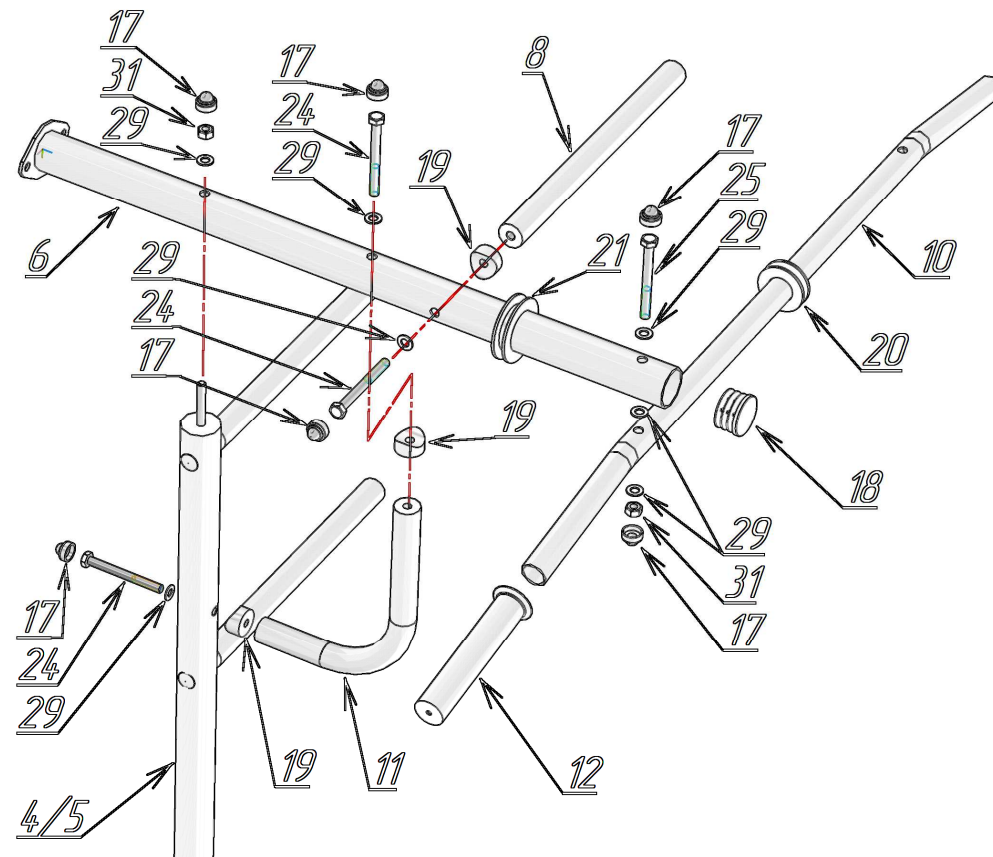
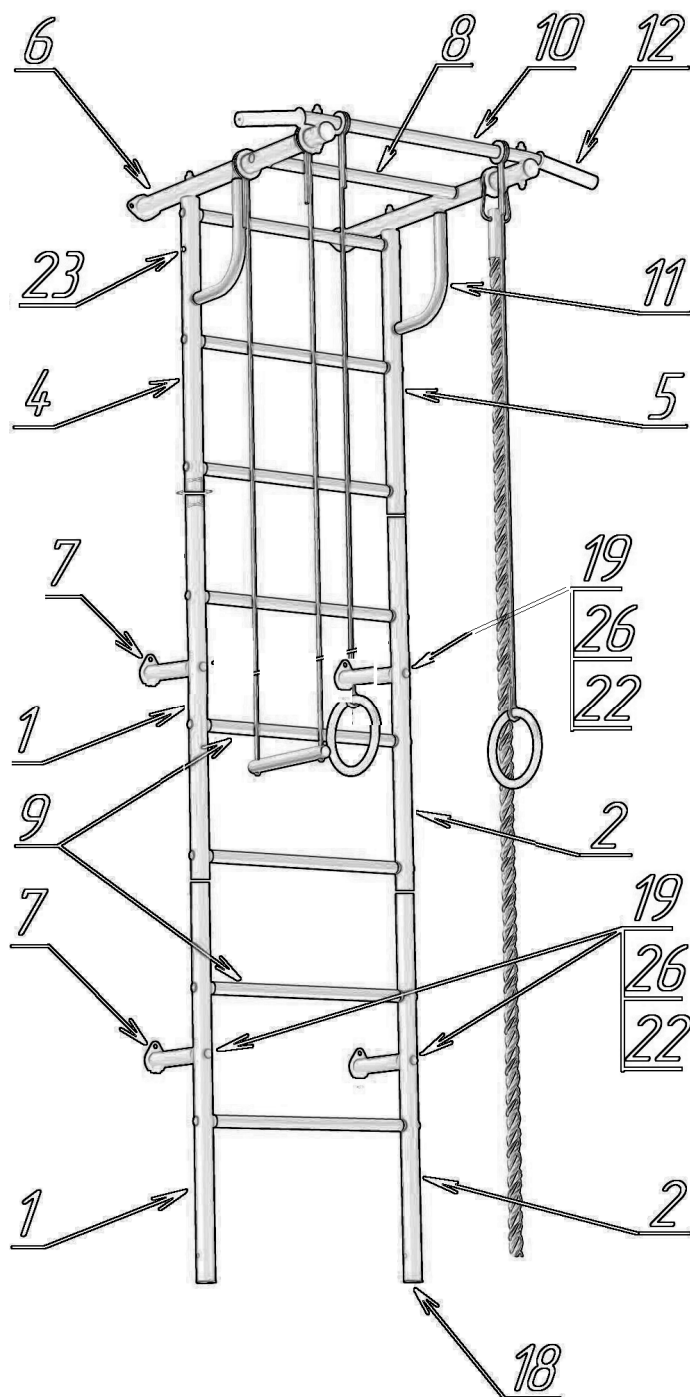
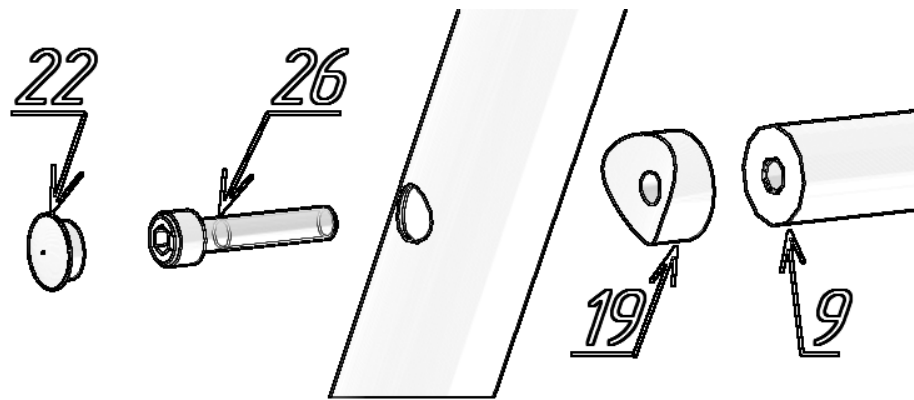
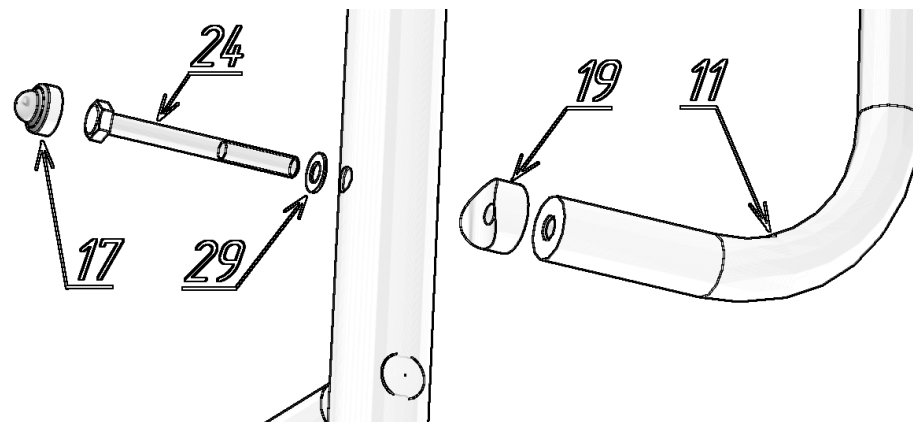

Рис. 6 – Сборка верхней рамы.
Рис.5 – Основные детали КОМПЛЕКСА
Рис.3 – Сборка вертикальных стоек и перекладин.
Рис.4 – Крепление усиления к верхним стойкам.
- 6.13. Установите заглушки ф 10 (23) в технологические отверстия на верхней опорной трубе (4) см. рис. 5
Внимание: Данный комплекс можно дооснастить секцией с сеткой, для этого в одной из верхних опорных труб (поз. 4) предусмотрено дополнительное отверстие. В зависимости от того, с какой стороны будет установлена данная труба, с той стороны устанавливается секция с сеткой. Устройство КОМПЛЕКСА см. на Рис.3, Рис.4, Рис. 5, Рис. 6.
6.4. Соедините трубы опорные с перекладинами (9) через вставки фигурные (19) при помощи винтов M8x25 (26) и затяните винты шестигранным ключом (28) см. рис. 3. Затяжку необходимо производить при условии, что шведская лестница лежит на ровной плоскости (например на полу).
6.6. Соедините трубы опорные верхние (4, 5) с Г-образными усилениями (11) при помощи болтов M8x60 (24) и вставок фигурных (19) см. рис. 4.
6.7. Соберите стойки верхние с фланцем (6) с перекладиной (8) при помощи болтов M8x60 (24) и вставок фигурных (19), предварительно установив ролики ф38 (21) для трапеции и канат с роликом (см. рис. 6).
6.8. Установите турник (10) с навесным оборудованием на стойки верхние с фланцем (8), используйте болты M8x70 (25), гайки (31) и шайбы (29). Наденьте ручку-чехол (12) на турник (см. рис. 6).
6.10. При помощи болтов M8x60 (24) соедините стойки верхние с фланцем (8) через вставки фигурные (19) с Г-образными усилениями (11) см. рис. 6. Затяните все болты и гайки.